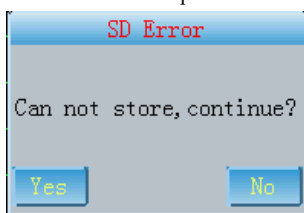

Fig. 7-29
(1) cuando el caso se está imprimiendo en el modo 1x12、1x12+1、2x6、2x6+1、3x4, si no hay tarjeta SD, el cuadro de diálogo como el que aparece en la Fig.7-29 aparecerá para indicar a los usuarios que el caso no se puede almacenar si la impresión continúa.